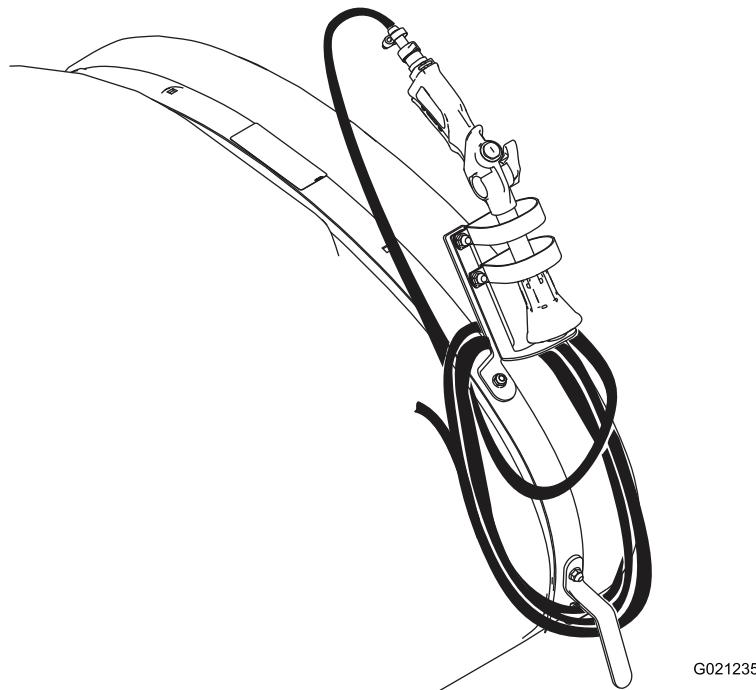

Figura 13
5. Enrolle la manguera alrededor de los ganchos del depósito y coloque la pistola de fumigación en su soporte, según se muestra en Figura 13.